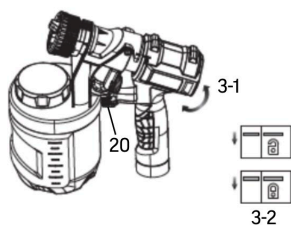

fig. 3
5. Faites pivoter le verrou à dégagement rapide (n° 20) et fixez-le sur le crochet sur les bords du couvercle du godet (fig. 3).